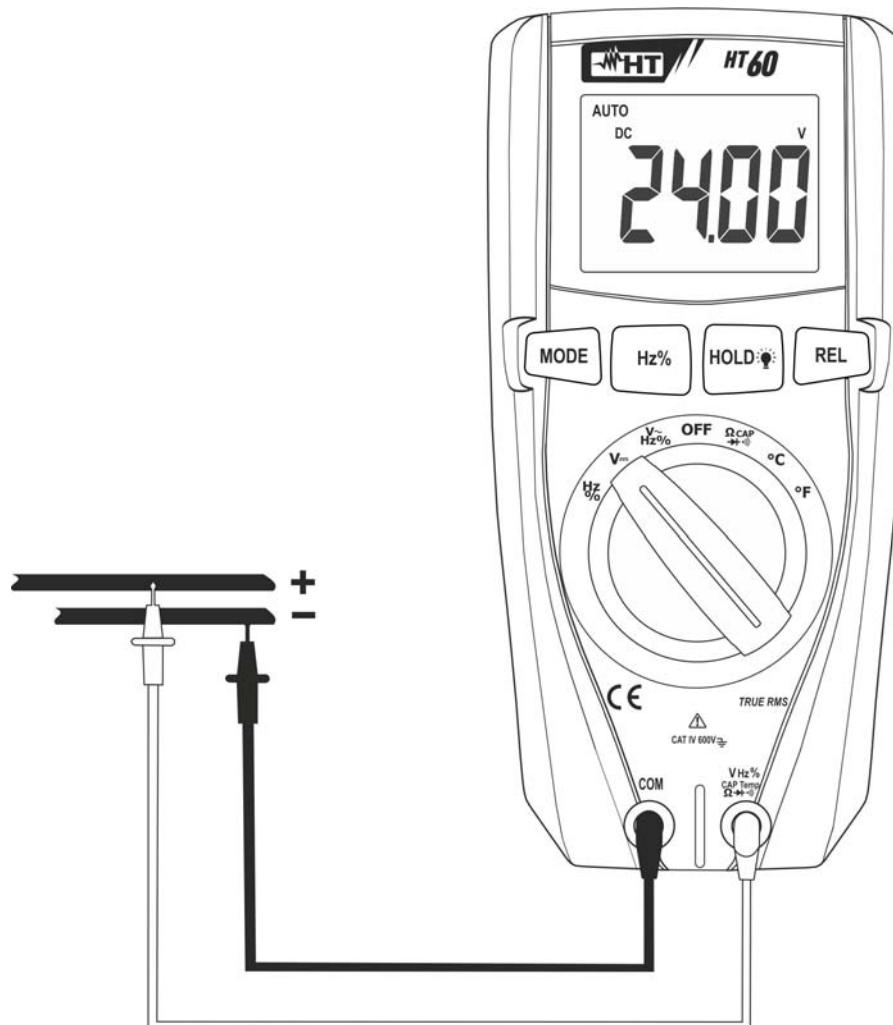

Fig. 2: Mesure de Tension DC
3. Positionner l'embout rouge et l'embout noir respectivement dans les points à potentiel positif et négatif du circuit sous test (voir la Fig. 2). La valeur de tension apparaît à l'écran
5. L'affichage du symbole "-" sur l'écran de l'instrument indique que la tension a une direction opposée par rapport à la connexion de la Fig. 2